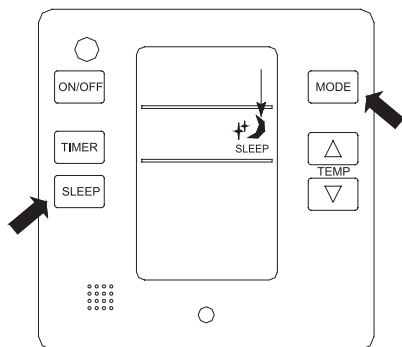

Рисунок 5.5. Функция COH
- Для включения функции COH (SLEEP) нажмите кнопку SLEEP, на дисплее пульта высветится знак (см. Рис. 5.5)